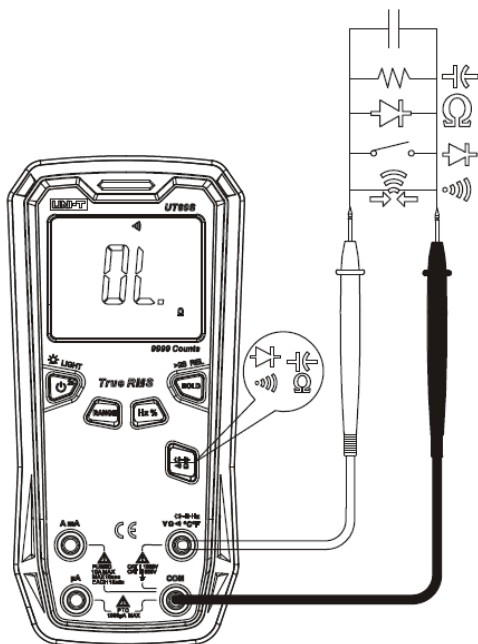

Рисунок 3
**9.2. Измерение сопротивления (см. рисунок 3)**
**9.3. Прозвонка электрических цепей (см. рисунок 3)**
**9.4. Проверка диодов (см. рисунок 3)**
**9.5. Измерение емкости (см. рисунок 3)**